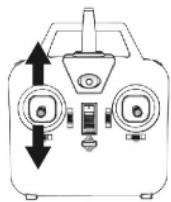

Рис. 2
3. Светодиодные индикаторы пульта управления и модели начнут мигать. Быстро переместите стик газа вверх и вниз. Пульт управления издаст звуковой сигнал, а светодиодные индикаторы будут гореть постоянно. Это означает, что процесс привязки пульта к вертолету прошел успешно (рис. 2)